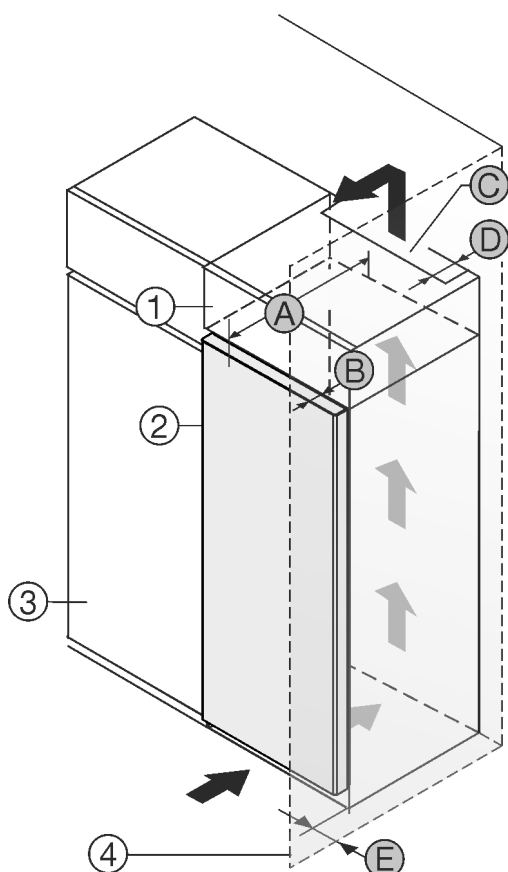

Fig. 1
- (2) 冰箱 *
- (3) 餐具柜 *
- (4) 墙壁 *
- (A) 冰箱深度 *
- (C) 通风横截面 *
- (D) 冰箱背面间距 *
- (E) 到冰箱侧面的间距 *
您可以将冰箱直接放置在餐具柜 Fig. 1 (3) 旁边。*
在附加柜背面必须有一个竖风道，其深度 Fig. 1 (D) 应超过整个附加柜宽度。*
盖板下必须保有通风横截面 Fig. 1 (C)。*
如果将带铰链的冰箱放置在墙壁 Fig. 1 (4) 边，冰箱和墙壁必须至少相距 13 mm。*
如果将带铰链的冰箱放置在墙壁 Fig. 1 (4) 边，冰箱和墙壁必须至少相距 20 mm。*
为了能完全打开门，冰箱必须凸出橱柜正面一定门深度 Fig. 1 (B)。根据餐具柜 Fig. 1 (3) 的深度，使用壁距调整垫片可以使冰箱更为凸出。*